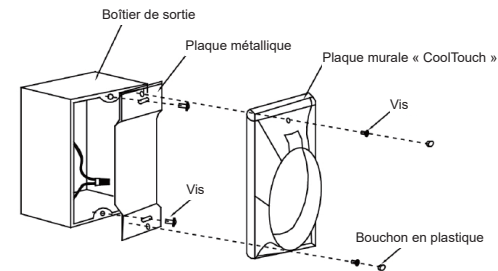

Fig. 23
Étape 2. Installez la plaque métallique et la plaque murale « CoolTouch » sur la boîte de prise murale existante avec les 4 vis fournies. Placez ensuite les deux chevilles en plastique dans la plaque murale. (Fig. 23)